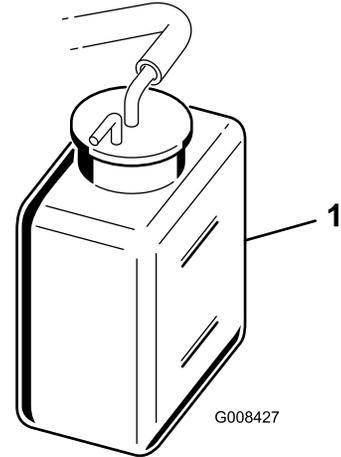

图31
2. 检查冷却液液位图31。发动机冷却时、液位应介于备用水箱的上下两条线之间。